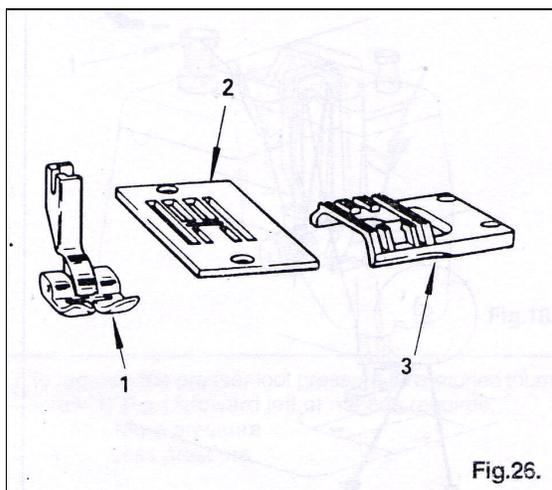

Fig.26.
L'équipement pied presseur (1), plaque aiguille (2), et griffe (3), montré en figure 26 sont adaptés à la couture point droit et zigzag.